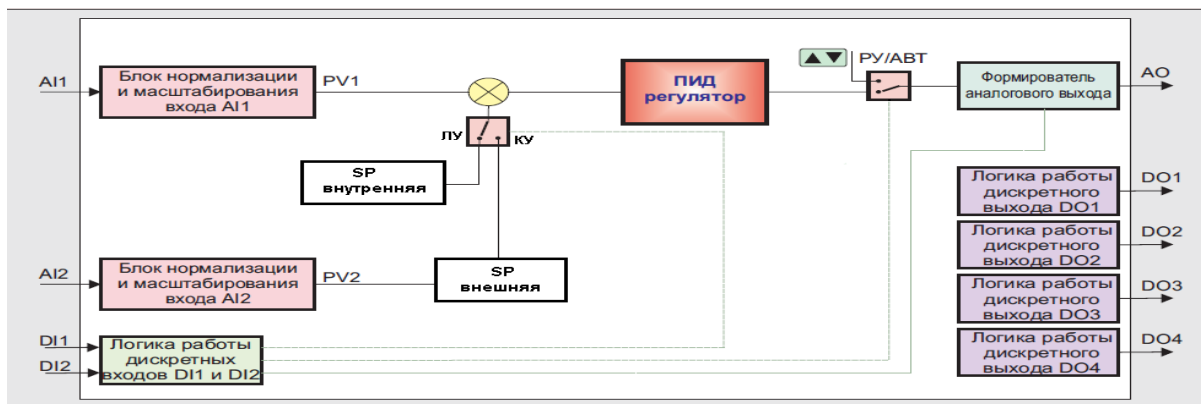

Рисунок 3.9 – Структурная схема регулятора с внешним заданием
- ПИД-аналоговый с внешним заданием (рис. 3.9)